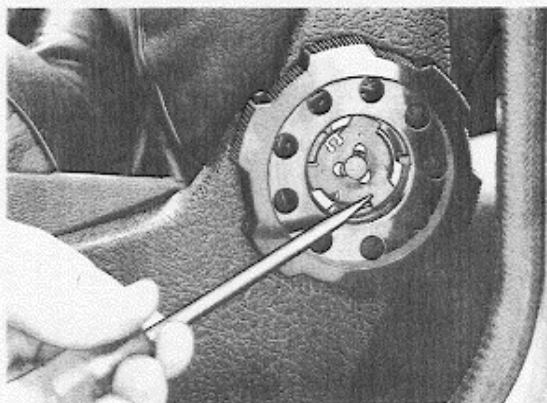

Abb. 8-12 Ausbau der Sicherungsscheibe
2. Sicherungsscheibe (13) im Gegenuhrzeigersinn verdrehen und das Verstellrad (12) entspr. Abb. 8-12 abziehen.